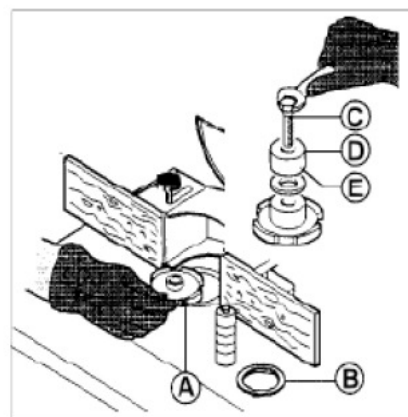

Fig. 20 : Montage de l'outil de fraissage
2. Veillez à ce que les entretoises (E) soient propres et non endommagées avant d'installer l'outil de fraissage (A) (figure 20).
3. Installez et fixez l'outil de fraissage avec le boulon (écrou) (C) sur la broche de fraissage au moyen de la bague de la broche (D) et des entretoises (E).
4. Ajustez le trou dans la table en fonction du diamètre de l'outil (A) au moyen des bagues de la table (B).